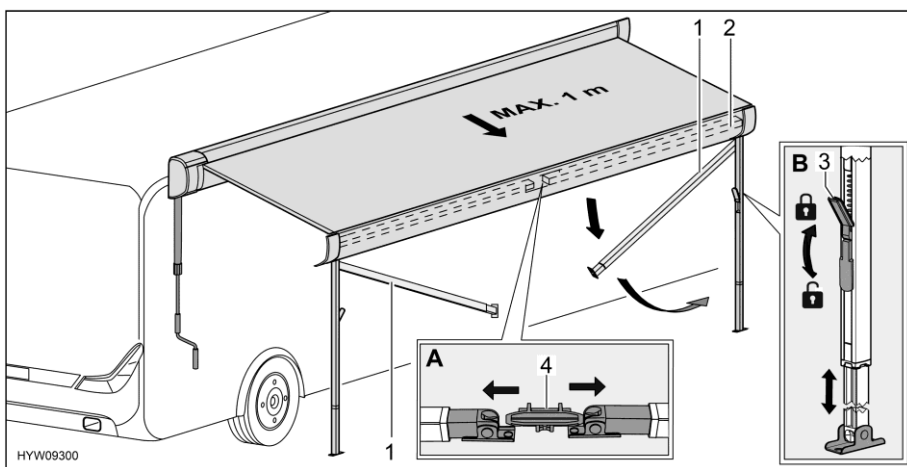

Fig. 44 Preparazione dei montanti di supporto
- Sbloccare i montanti di supporto (Fig. 44,1) dal supporto (Fig. 44,4) nel listello anteriore (Fig. 44,2). A tale scopo, premere leggermente verso l'esterno i montanti di supporto (Fig. 44,A).
- Allentare i bloccaggi (Fig. 44,3) dei montanti di supporto. A tale scopo, ripiegare la leva di serraggio verso il basso.
- Estrarre la parte inferiore dei montanti di supporto fino alla lunghezza desiderata (Fig. 44,B).
- Chiudere i bloccaggi (Fig. 44,3) dei montanti di supporto. A tale scopo, tirare verso l'alto la leva di serraggio.